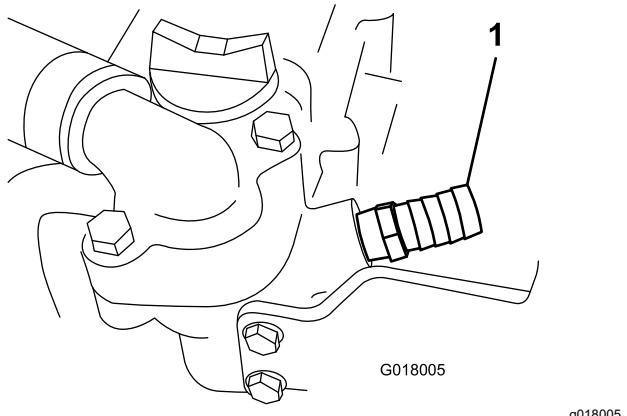

Figura 32
- Posizionate una bacinella di spуро. Rimuovete il tappo sotto e davanti all'alloggiamento del termostato, applicate del sigillante per tubi ai filetti nel raccordo diritto ($\frac{5}{8}$ ") e installate sull'unità (Figura 32).